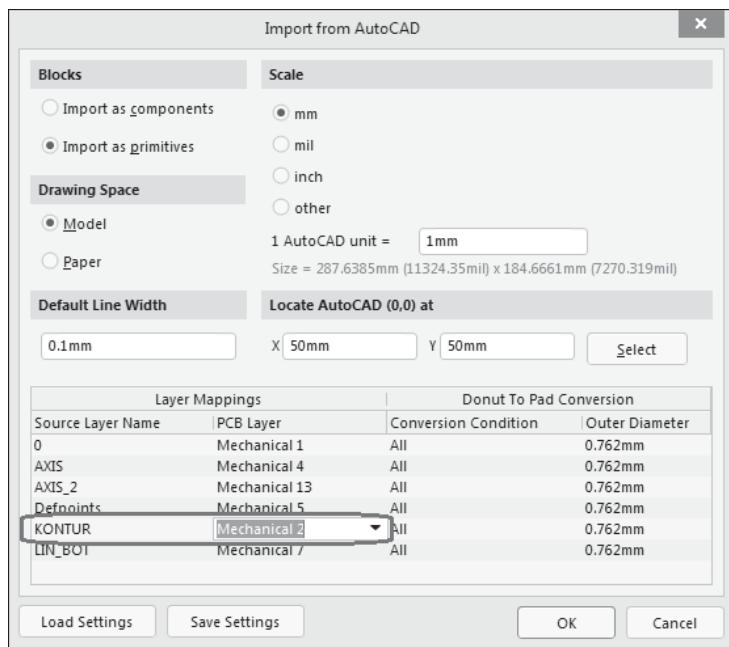

Рис. 3.14. Диалоговое окно настройки параметров импорта
2. В открывшемся диалоговом окне настройки параметров импорта (рис. 3.14):